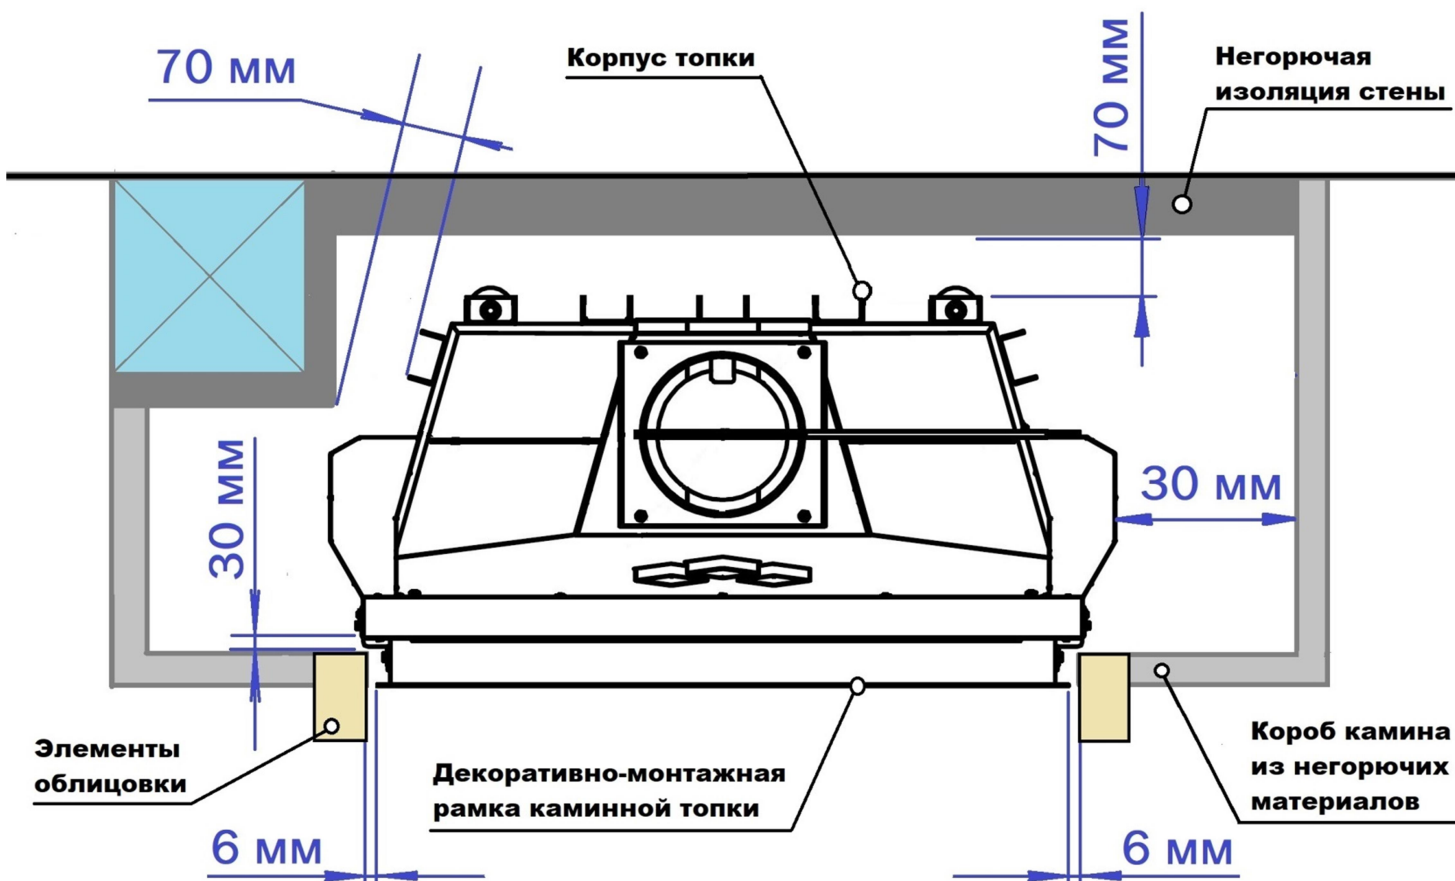

Рисунок 12. Минимальные расстояния от топки до материалов короба и облицовки.
- Между нагревающимися частями корпуса каминной топки и другими элементами камина, выполненными из материалов класса НГ (негорючие), должен быть соблюден воздушный зазор не менее 70 мм (См. рис. 12).